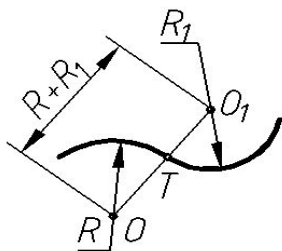

Fig. 3.2
- suma razelor cercurilor pentru racordarea exterioară, fig. 3.2;